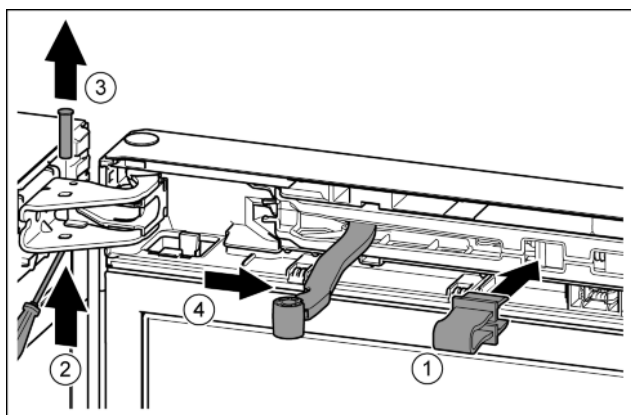

Fig. 9
- Introduire l'arrêt dans l'ouverture. Fig. 9 (1)
- Desserrer le boulon avec un tournevis. Fig. 9 (2)
- Sortir le boulon par le haut. Fig. 9 (3)
- Tourner l'articulation en direction de la porte. Fig. 9 (4)